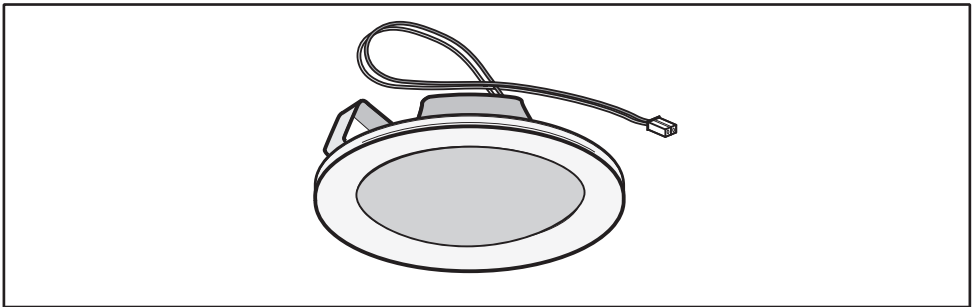

Fig.11
• **Sostituzione delle lampade LED (Fig.11):**